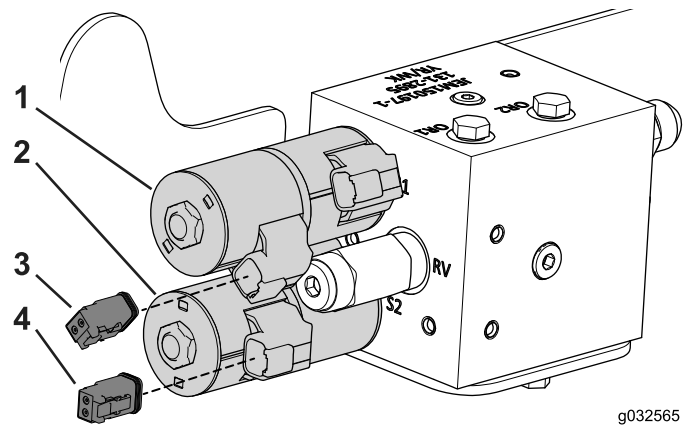

Figura 5
11. Localice los conectores del arnés de cables del kit, desátelos, y conéctelos a los conectores de los solenoides, según se muestra en Figura 5.